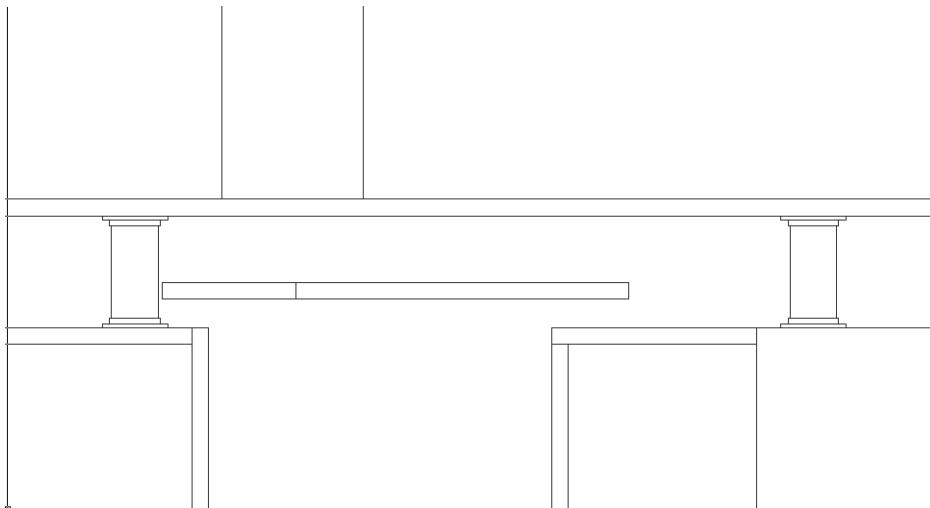

Рис. 8.29 ▼ Контур подставки под клавиатуру сформирован
17. Продлите правую вертикальную линию, обозначающую правую границу контура подставки под клавиатуру, до горизонтальной линии, созданной последней в п. 16, а затем сформируйте контур подставки, как показано на рис. 8.29.